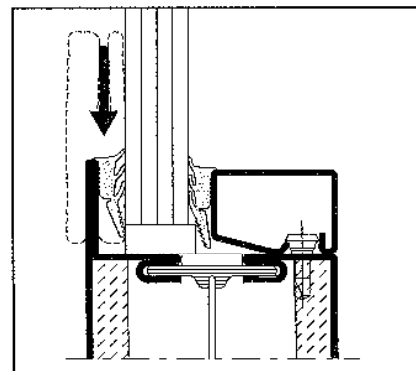

Abb. 27 / Fig. 27 / Fig. 27
- Keildichtungen auf Seite Profillappen mit leichtem Übermass in 45°-Gehrung zuschneiden und eindrücken Abstandhalter laufend entfernen (Abb. 27)
- Découper les joints à bourrer coté aile fixe d'onglet à 45° avec une légère surlongueur et les enfoncer (fig. 27). Retirer les pièces de distance
- Cut with small oversize the wedge weatherstrips in a miter joint on the profile lip side and press in (Fig. 27). Remove continuously the spacers